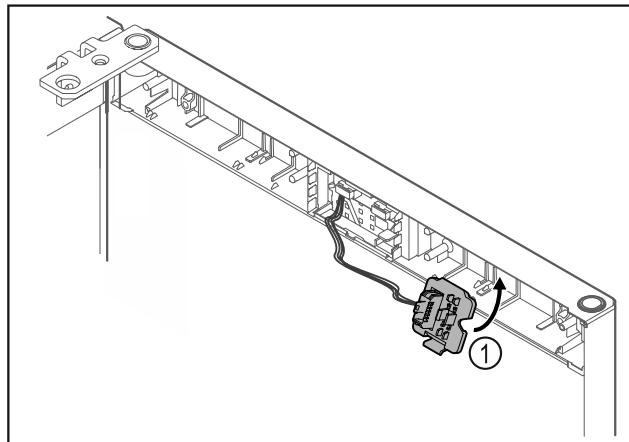

Fig. 25
- ▶ Mbërtheni mbajtësen e spinës Fig. 25 (1) në anën tjetër.